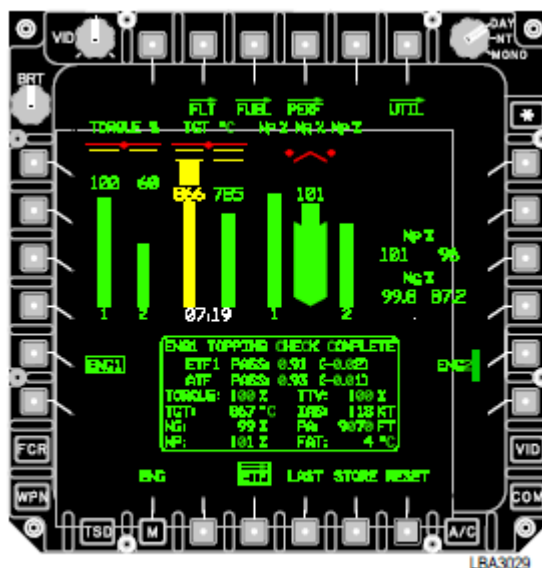

Figure 7-7. Test Complete Indication
- **Indicazione di test completato.** Un test completato visualizza i pulsanti **STORE** e **RESET** (B5, B6) e la finestra di stato **ENG1 o ENG2 TOPPING CHECK TEST COMPLETE** che contiene i dati attuali di un test valido eseguito sul motore selezionato (fig. 7-7).